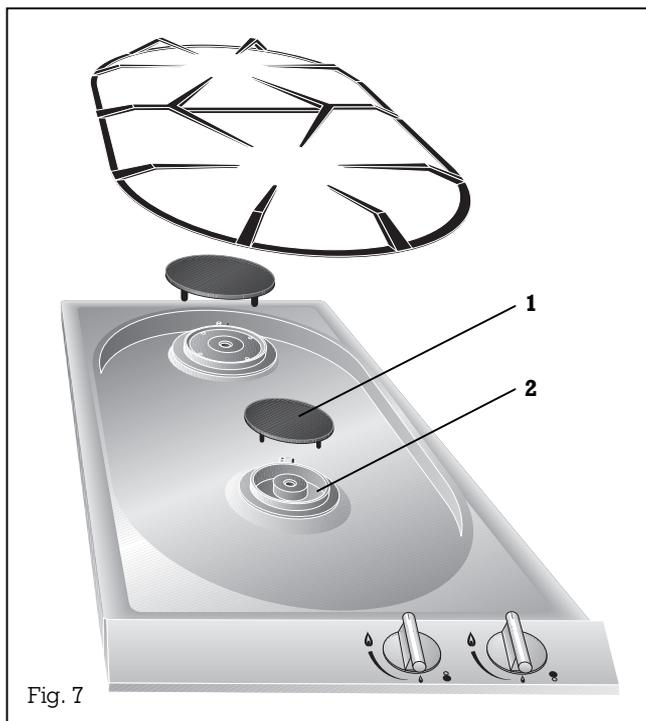

Fig. 7
Lors de l'assemblage, placer le **couvercle du brûleur (1)** sur la **tête de façon (2)** que les quatre ergots situés sur le bord inférieur de la tête s'engagent dans les trous correspondants de la tête (voir fig. 7). Remplacez la grille.